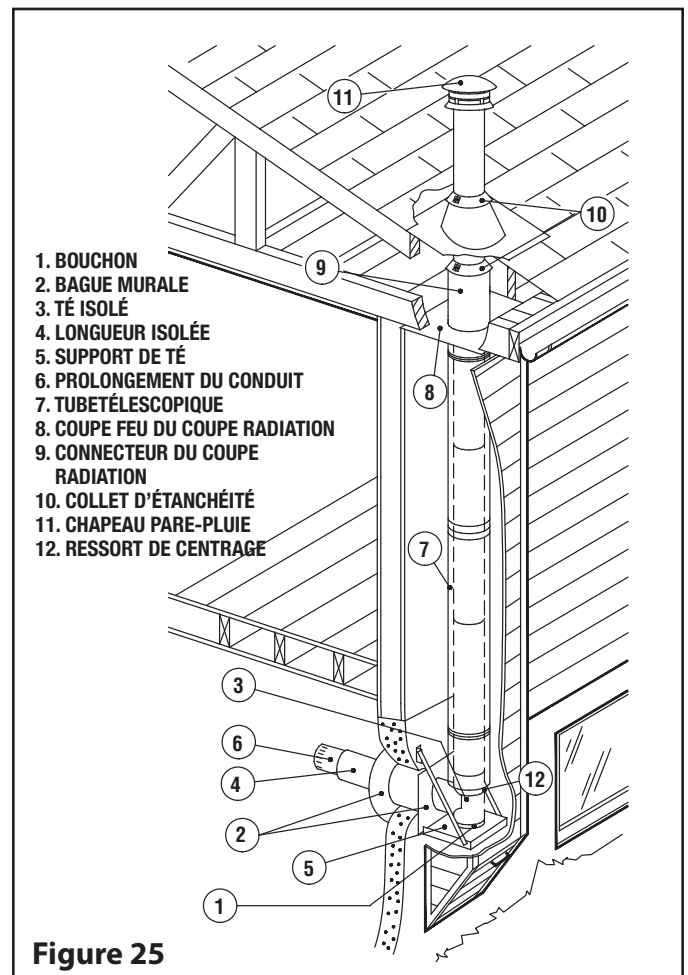

Figure 25
POUR INSTALLATIONS CLOISONNÉES À MOINS DE 3 PO DES COMBUSTIBLES (poêle à bois ou appareil de combustion au charbon uniquement) : (Fig. 25)
Étape 2. Par dessous, poussez le support dans l'ouverture percée au préalable. Clouez le support au boîtier encadré à l'aide de (12) clous torsadés de 3 po (voir Figure 25).